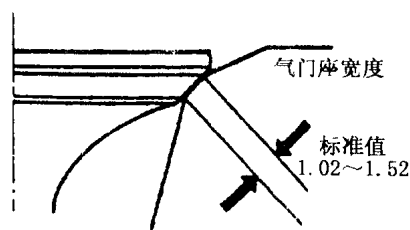

图 2-11 气门与气门座的接触面
①检查气门室罩有无裂纹或变形。
②清洗气缸盖端面及燃烧室积炭。将气缸盖放在平台上用直尺及塞尺检查端面的平面度,在  $153\text{ mm}$  的范围内不得超过  $0.05\text{ mm}$ 。检查燃烧室、气门孔处有无裂缝。
③检查气门导管孔内径,其标准值为  $7.95\sim 7.97\text{ mm}$ ,使用极限为  $8.046\text{ mm}$ 。若超过极限,应对导管进行铰孔加工,选择较大直径的气门杆(加大的气门杆直径有  $+0.076\text{ mm}$  和  $+0.381\text{ mm}$  两种,并有相应加大的导管油封)。
④用千分表测量气门座的圆度,其极限值为  $0.03175\text{ mm}$ ,超过极限时应应对气门座进行铰制加工。铰制时应使用三种不同角度的铰刀,先用  $45^\circ$  铰刀铰制,铰除接触面的凹陷与烧痕再用  $72^\circ$  铰刀铰制控制接触面的大端直径尺寸,用  $30^\circ$  铰刀铰制控制接触面的小端直径尺寸,使与气门的接触面位置在气门斜面的中间偏小端处。最后要用配套的气门与气门座进行研磨,用橡胶捻子吸住气门作上下运动和正反向转动,每次转动的角度要改变,以改变捻子落下时所在的不同的位置,保证研磨均匀。研磨砂清洗干净后再用机油研磨气门与气门座的接触面宽度应为  $1.02\sim 1.52\text{ mm}$ ,如图 2-11 所示。